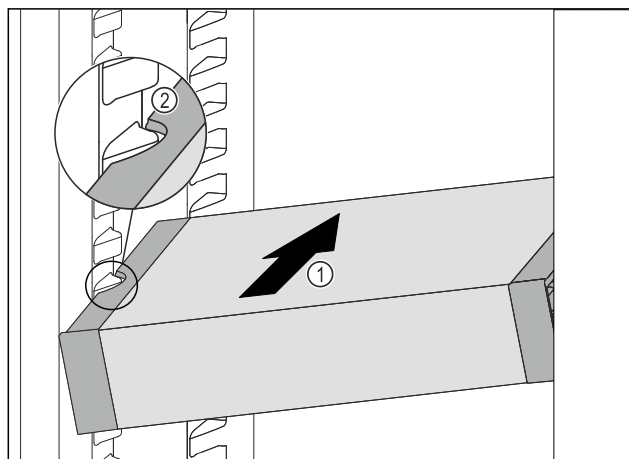

Fig. 119
- ▶ Predal VarioSafe potiskajte poševno v hladilnik Fig. 119 (1), dokler stranska izreza Fig. 119 (2) predala VarioSafe nista na višini nastavka za posodo v hladilniku.